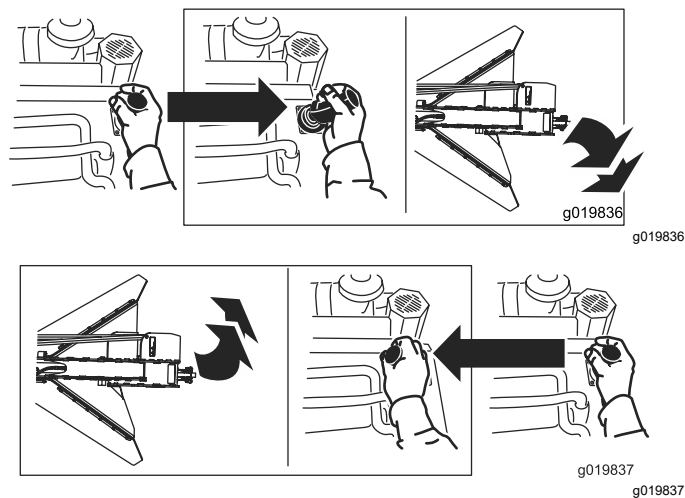

Figura 15
- Para girar la destocadora a la derecha o a la izquierda, mueva la palanca en la dirección deseada (Figura 15).